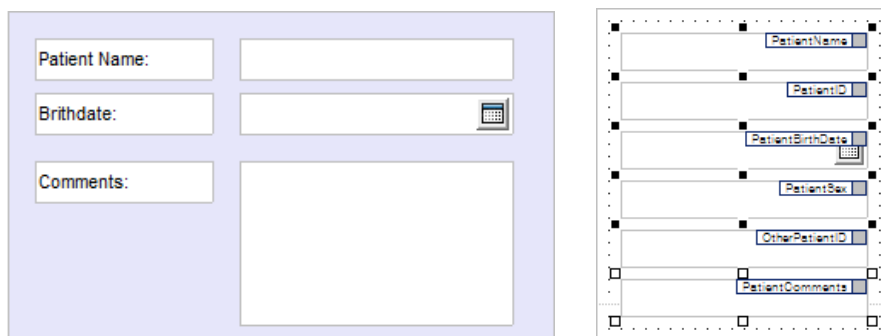

Рис. 220. Автоматическое создание Group (Группа) элементов управления
**Группа.** Создайте поле для группы, чтобы объединить в группу несколько элементов управления, как показано на рис. 220. Также пользователи могут перетащить папку элементов данных в отчет и выбрать опцию Group (Группа), в результате чего автоматически будет создана группа элементов управления, уже привязанная к элементам данных.